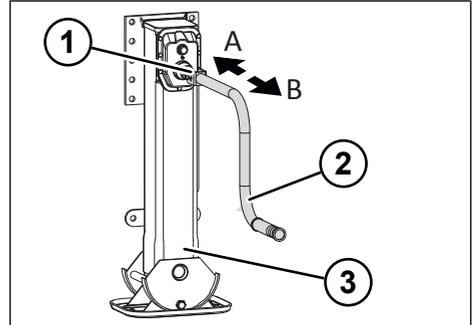

Abb. 5-3: Lastgang und Schnellgang der Stützvorrichtung
- ▶ Schnellgang durch Herausziehen der Handkurbel einschalten (siehe "Abb. 5-3: Lastgang und Schnellgang der Stützvorrichtung", S. 27).
- ▶ Lastgang durch Hineindrücken der Handkurbel einschalten (siehe "Abb. 5-3: Lastgang und Schnellgang der Stützvorrichtung", S. 27).
- ▶ Lastgang durch Hineindrücken der Handkurbel einstellen (siehe "Abb. 5-3: Lastgang und Schnellgang der Stützvorrich- tung", S. 27).
- ▶ Schnellgang durch Herausziehen der Handkurbel einstellen (siehe "Abb. 5-3: Lastgang und Schnellgang der Stützvorrich- tung", S. 27).